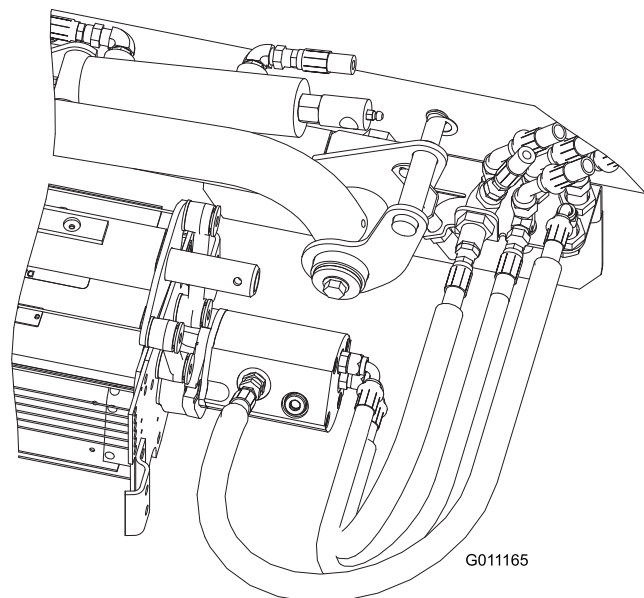

Figure 18
**Important:** Vérifiez que les flexibles ne sont ni tordus ni pliés à angle droit et que les flexibles du plateau de coupe arrière sont acheminés comme illustré (Figure 18). Relevez les plateaux de coupe et déportez-les à gauche (modèle 03206). Les flexibles du plateau de coupe arrière ne doivent pas être en contact avec le support du câble de traction. Repositionnez les raccords et/ou les flexibles, le cas échéant.